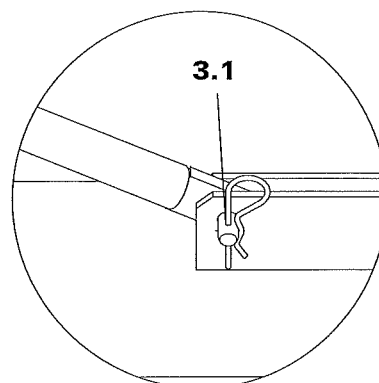

Fig.15
- Fissare sempre i puntelli di stabilizzazione ai fori d'accoppiamento **3.1** (fig. 15)